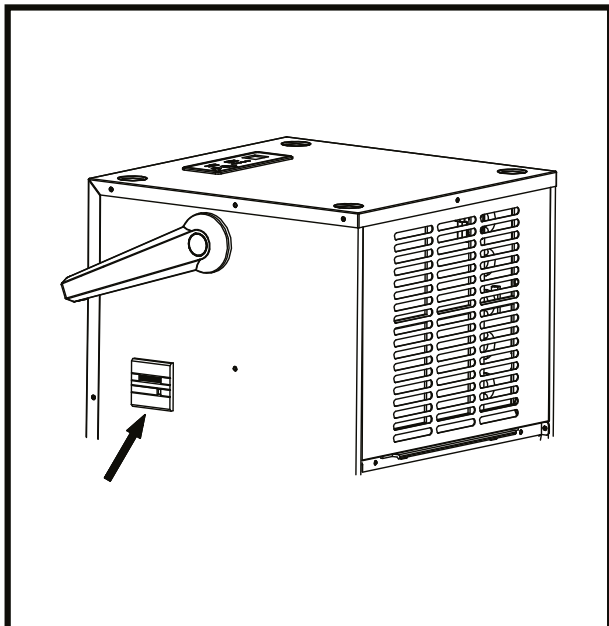

Fig. 5
► **БРОЯЧ НА ЧАСОВЕТЕ НА РАБОТА (FIG. 5)**